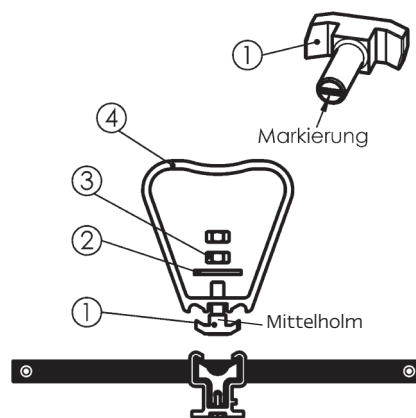
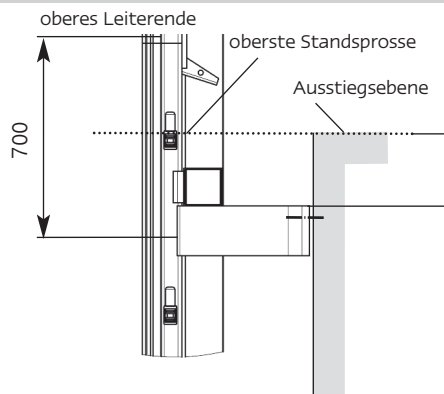

Abb. 5: Draufsicht Einholmleiter mit Befestigungsbügel
Abb. 7: Letzter Wandbefestigungsbügel
Der unterste Wandbefestigungsbügel ist zwischen der ersten und zweiten Sprosse zu montieren. Der oberste Befestigungsbügel kann bis zu 700 mm (Abb. 7) vom oberen Leiterende gesetzt werden, wenn kein Zubehör am Ausstieg montiert wird. Die Leiterteile werden mit Hammerkopfschraube ①, Scheibe ②, Mutter und Kontermutter ③ mit der Wandbefestigung ④ verschraubt (Abb. 5).
Die Wandbefestigungsbügel werden auf der Rückseite der Leiterteile mit Hilfe der Hammerkopfschraube, Unterlegscheibe, Mutter und Kontermutter angeklemt (Abb. 5).
Die restlichen Wandbefestigungen müssen dann aus starren Befestigungsbügeln bestehen. Befestigung an der Leiter nach Abb. 5.
Befestigung an der Leiter nach Abb. 5.